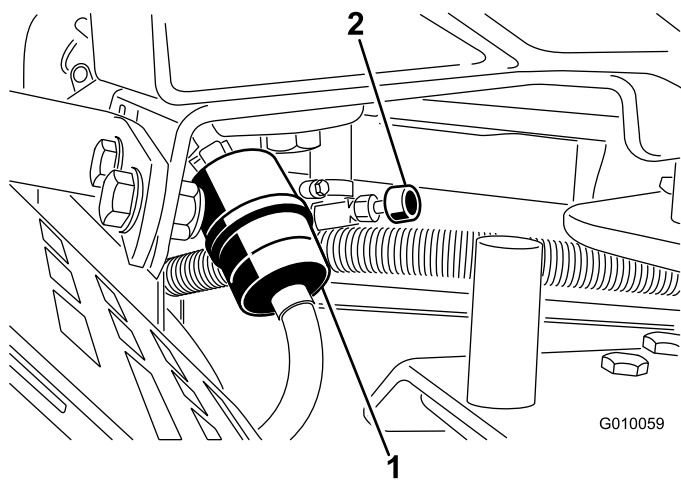

Bild 48
- Schließen Sie den Kraftstoffhahn (Bild 48).
3. Drücken Sie die Enden der Schlauchklemmen zusammen und schieben Sie sie vom Filter weg (Bild 48).
5. Setzen Sie einen neuen Filter ein und schieben Sie die Schlauchklemmen an den Filter heran (Bild 48).
7. Öffnen Sie den Kraftstoffhahn (Bild 48).
2. Schließen Sie den Kraftstoffhahn (Bild 48).
3. Lockern Sie die Schlauchklemme am Kraftstofffilter und schieben Sie sie an der Kraftstoffleitung weg vom Kraftstofffilter (Bild 48).
4. Ziehen Sie die Kraftstoffleitung vom Kraftstofffilter ab (Bild 48). Öffnen Sie den Kraftstoffhahn und lassen den Kraftstoff in einen Kanister oder eine Auffangwanne ablaufen.
5. Bringen Sie die Kraftstoffleitung am -filter an. Schieben Sie die Schlauchklemme ganz an den Kraftstofffilter heran, um die Kraftstoffleitung zu befestigen (Bild 48).